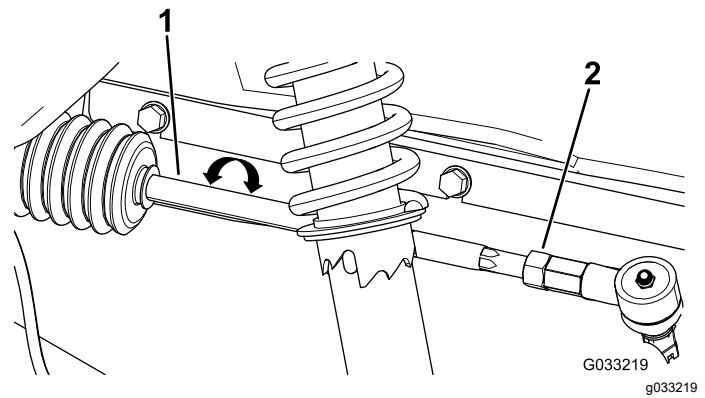

Figure 115
1. Desserrez les écrous de blocage à l'extrémité extérieure des biellettes (Figure 115)